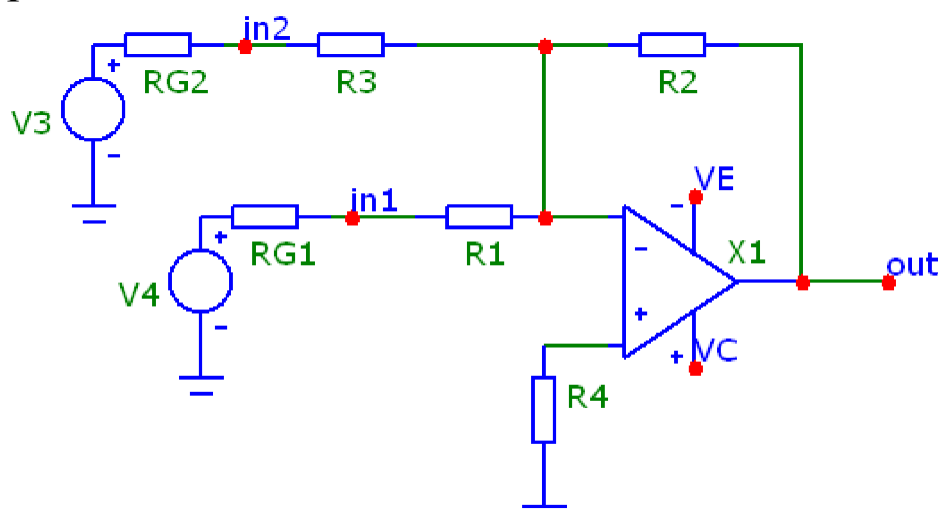

Рис. 17. Схема инвертирующего суммирующего усилителя на ОУ
5. Собрать схему инвертирующего суммирующего усилителя на ОУ (рис. 17).